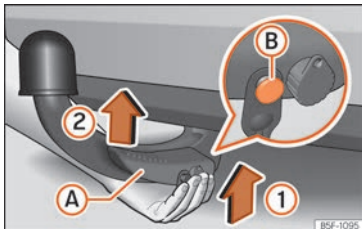

Fig. 266 Colocar bola desmontable / perno de desbloqueo en el estado desplegado
- Sujete la bola desmontable desde abajo » fig. 266 y encájela en el alojamiento del